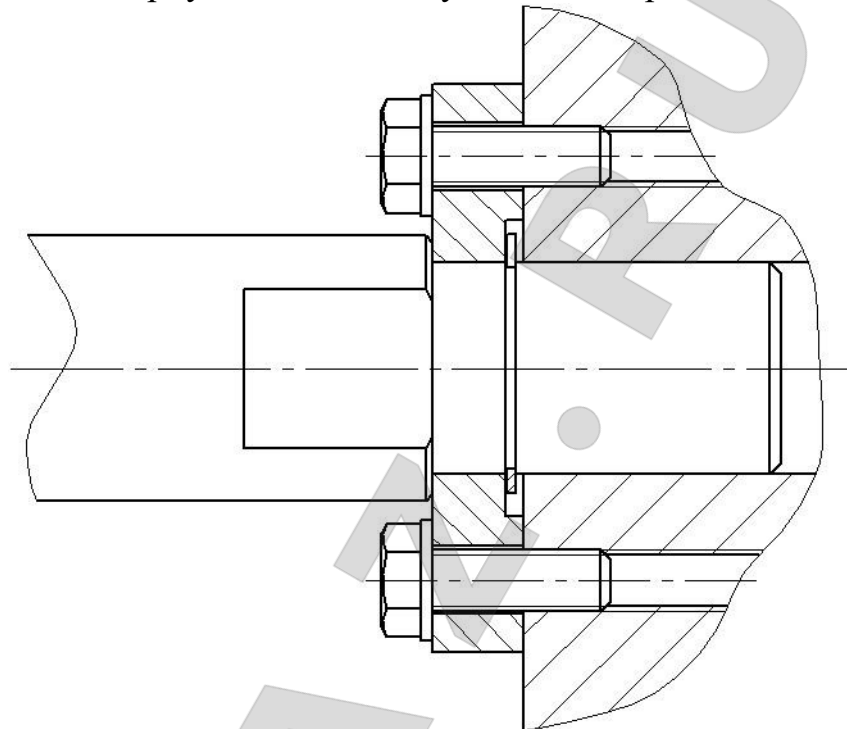

Рис. 2 Крепление двигателей Камаз и ЯМЗ
7.4. Совместить отверстия в крепежных кронштейнах с отверстиями в двигателе (агрегате) и закрепить двигатель. Затянуть все крепежные элементы адаптеров. Для двигателей ЯМЗ и КАМАЗ вставить крепежные кронштейны в отверстия рубашки охлаждения блока цилиндров до упора и притянуть фланцы болтами М8х25 (в комплект не входят), как показано на рис. 2.